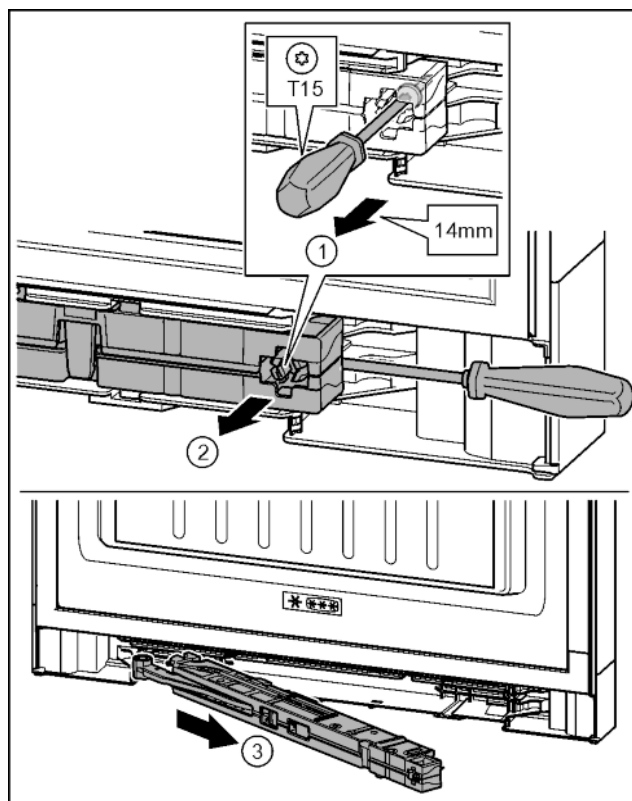

Fig. 17
► Ослабить винт на узле амортизатора с помощью отвертки T15 на ок. 14 мм. Fig. 17 (1)
► Переместить отвертку со стороны ручки за узел амортизатора. Повернуть узел вперед. Fig. 17 (2)
► Вытащить узел амортизатора. Fig. 17 (3)